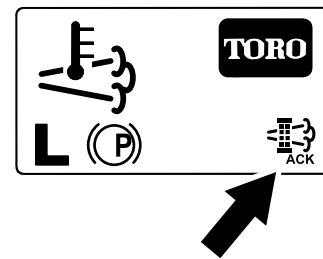

Figure 58
8. L'InfoCenter affiche l'écran d'accueil et l'icône de confirmation de régénération (Figure 58) apparaît en bas à droite de l'écran pendant le processus de régénération.